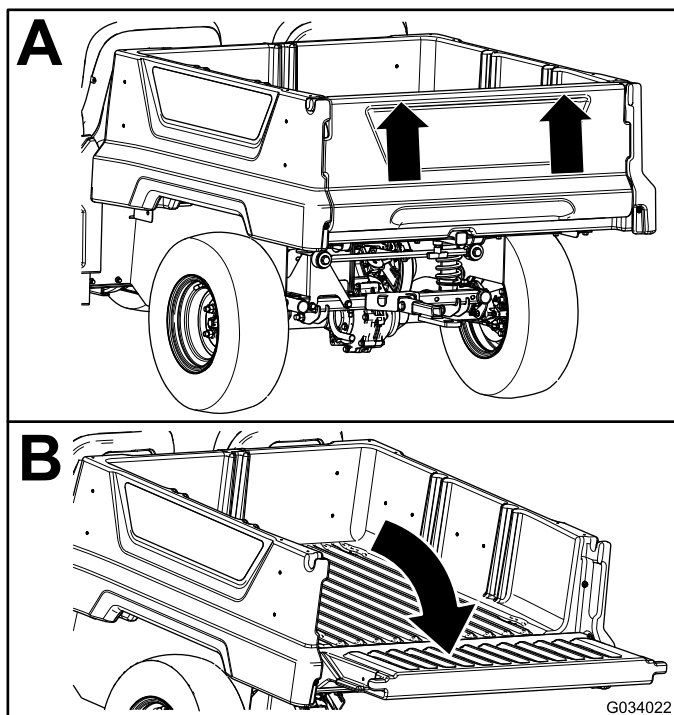

Figura 21
2. Utilizzando entrambe le mani, sollevate la sponda posteriore utilizzando il bordo vicino alla parte superiore della sponda posteriore (Figura 21).
3. Abbassate la sponda posteriore in modo che sia a livello con la parte inferiore del pianale (Figura 21).